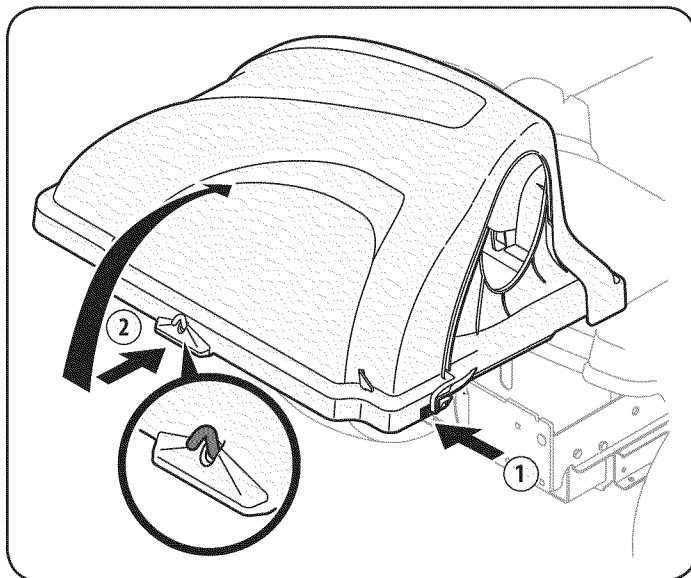

Figure 53
2. Abrir la tapa del colector de césped empujando en la parte trasera, del lado derecho pestaña con su mano derecha, como se muestra en (1) de la Figure 53, y levantar con la mano izquierda en la parte central posterior, (2).